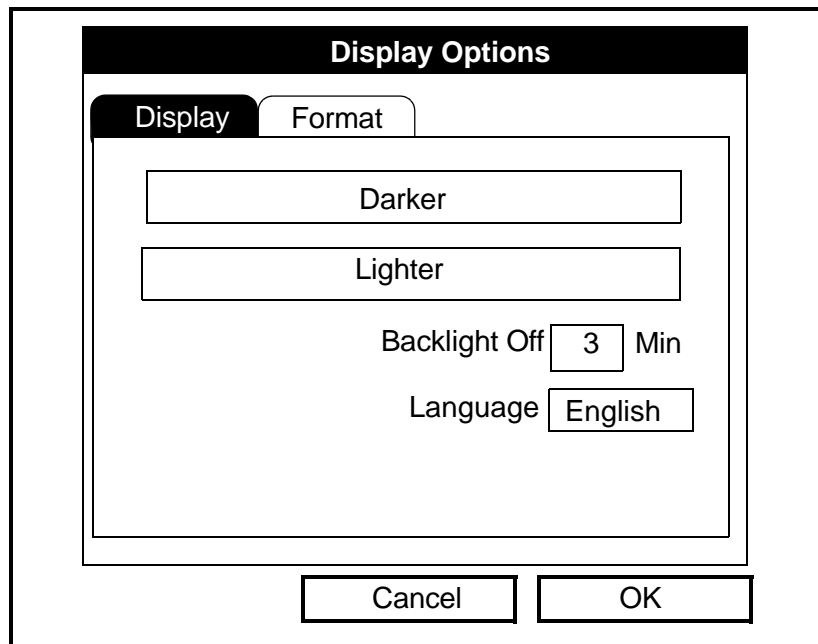

Figura 3-15: Ventana de la pestaña *Display* (Visualización)
2. Desplácese hasta la opción *Contrast* (Contraste) y pulse [ENTER]. Se abrirá la ventana *Display Options* (Opciones de visualización) (consulte la figura 3-15).
2. Desplácese hasta la opción *Backlight* (Iluminación) y pulse [ENTER]. Se abrirá la ventana *Display Options* (Opciones de visualización) (consulte la figura 3-15 de la página anterior).
5. Pulse [F3] (OK) para confirmar su entrada y volver a *Operate Mode* (Modo de funcionamiento). De lo contrario, puede pulsar [F2] (Cancelar) o la tecla [ESC] para salir del menú sin confirmar su entrada.
2. Desplácese hasta la opción *Language* (Idioma) y pulse [ENTER]. Se abrirá la ventana *Display Options* (Opciones de visualización) (consulte la figura 3-15 de la página anterior).
4. Desplácese hasta el idioma deseado y pulse el botón [ENTER] para confirmar la selección. A continuación, pulse [F3] (OK).